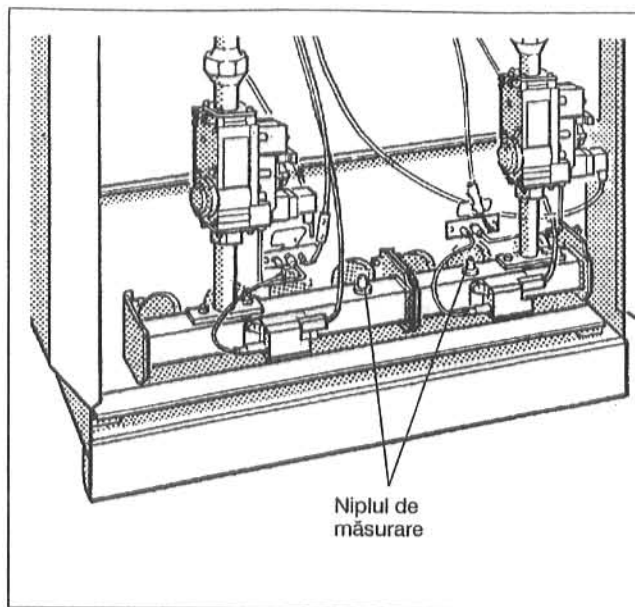

Fig. 29: Niplul de măsurare de la conducta de distribuție a gazului
- Se desface ușor șurubul de închidere a niplului de măsurare de la conducta de distribuție a gazului, numai două rotiri (Fig. 29).